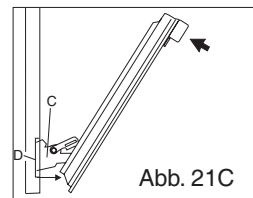
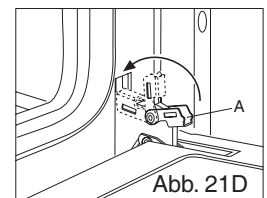

Abb. 21C
Abb. 21D
4. Drücken Sie die Backofentür vorsichtig mit beiden Händen nach innen. Nun lösen sich die Scharniere "C" aus der Aussparung "D" (siehe Abb. 21C). Ziehen Sie die Tür zu sich hin, bis sie sich aus dem Backofen gelöst hat. Montieren Sie die Scheibe nach dem Reinigen wiederordnungsgemäß, indem Sie die oben genannten Schritte in umgekehrter Reihenfolge vornehmen. Klappen Sie Scharnierteil "A" nach innen, ehe Sie die Backofentür ganzschließen (Abb. 21D).